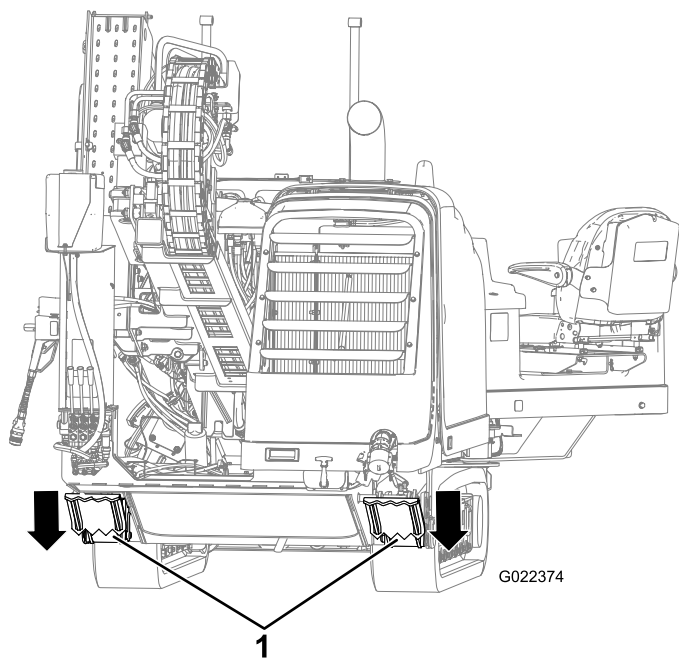

Figura 45
5. Desça os estabilizadores traseiros até se assentarem no solo, ou até obter o ângulo de entrada desejado (Figura 45).